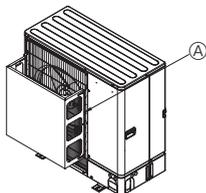
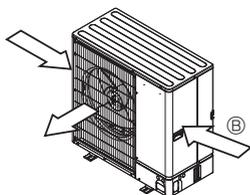

Fig. 2-4
Fig. 2-5
- ② Namestite izbirni usmerjevalnik zraka, če bo enota nameščena na mestu, kjer obstaja možnost, da močni vetrovi, kot so tajfuni ipd., vstopijo v izstopno odprtino za zrak. (Fig. 2-4)
- ③ Usmerjevalnik izstopne odprtine za zrak
- ④ Če je možno, postavite enoto tako, da bo zrak iz izstopne odprtine pihal pravokotno na smer sezonskega vetra. (Fig. 2-5)
- ⑤ Smer vetra